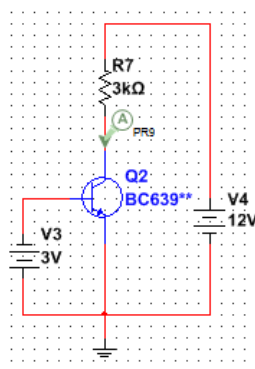

Рис. 4.2. Схема для измерения обратного тока коллектора
4.4. Собрать схему (рис. 4.2) для измерения обратного тока коллектора.